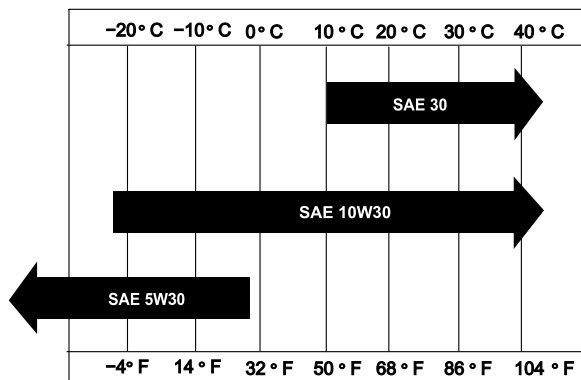

Figura 26
**Viscosidad:** seleccione la viscosidad del aceite según la temperatura ambiente; consulte la Figura 26.